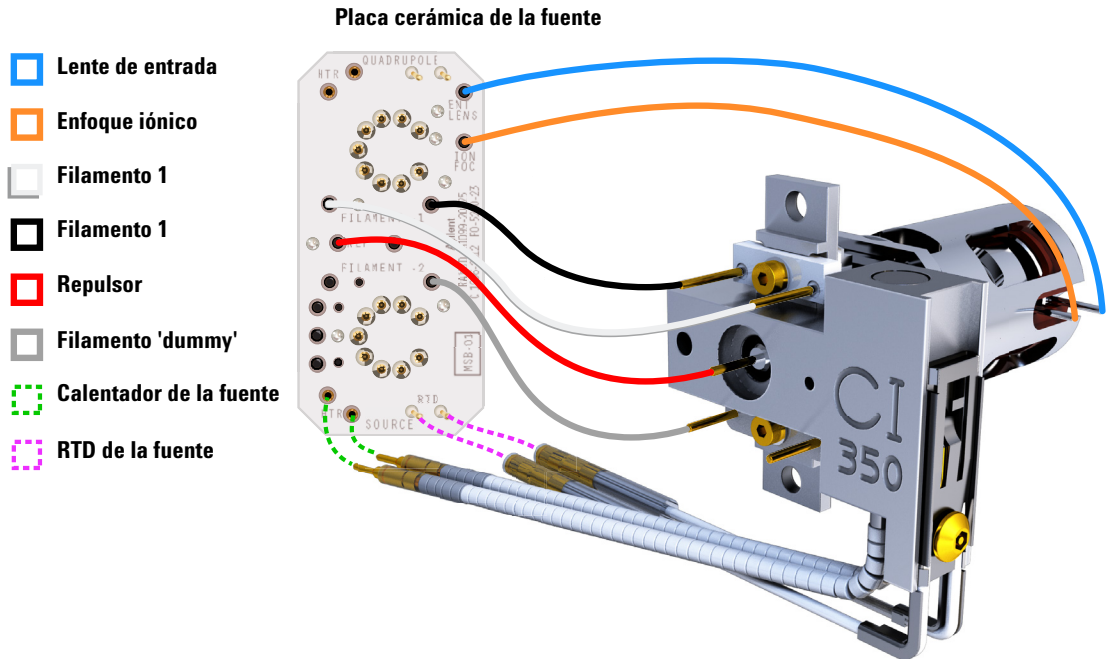

Figura 66 Cableado entre la placa cerámica de la fuente y la fuente
- 1 Use pinzas o alicates para conectar/desconectar los cables de la placa cerámica (rojo, blanco, negro y gris) de los conectores de la fuente. (Consulte la Figura 66.)